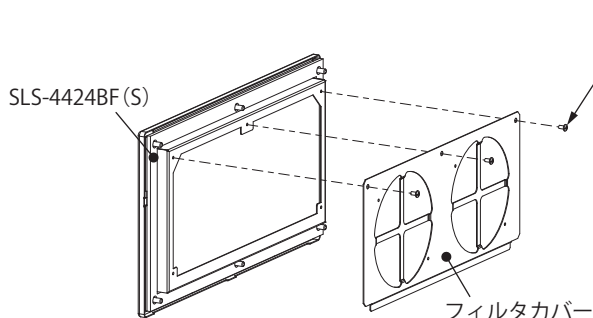

図4
①SLS-4424BF(S) のカバー取付ねじ(M4×8)を取外し、フィルタカバーを取外してください。取外したフィルターカバーは不要となります。(図4)